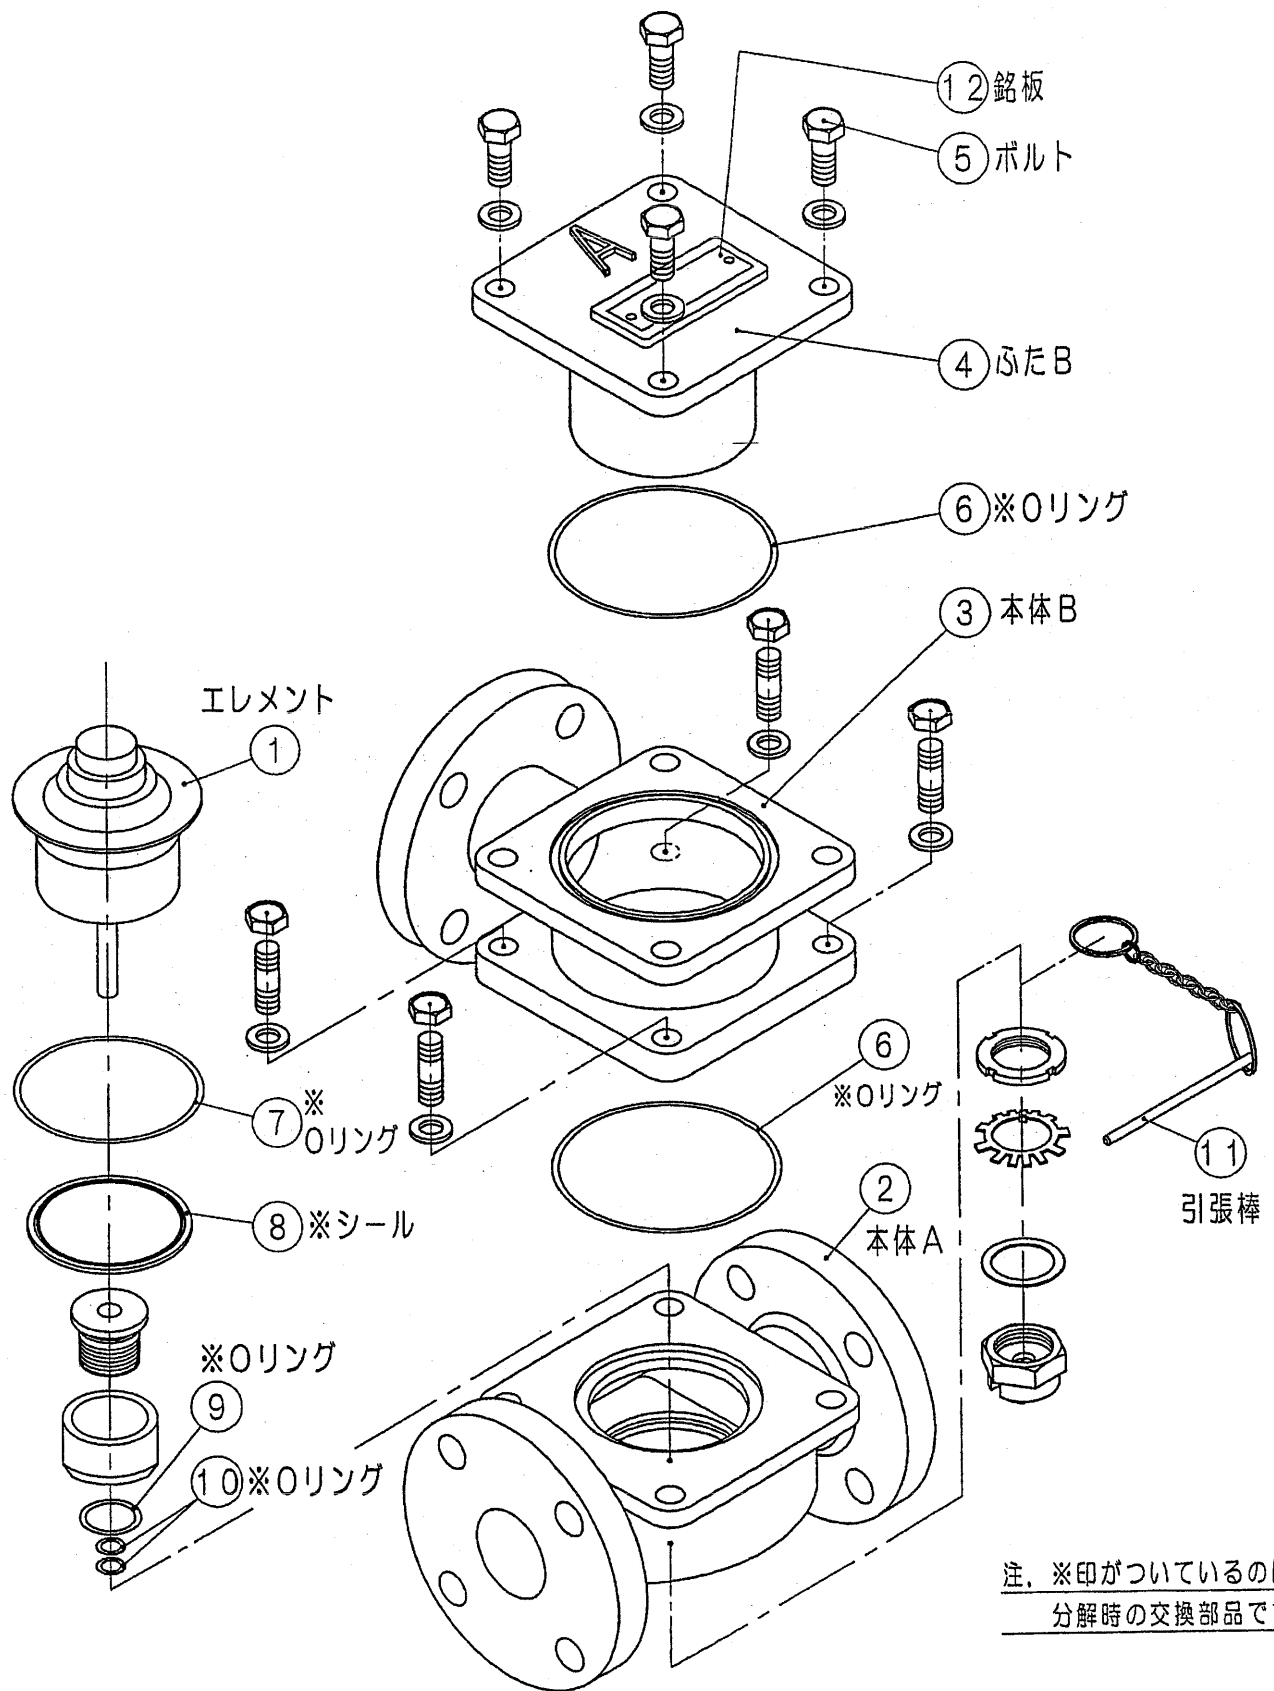

図6 分解・組立図
- (1) 交換する部品については図6を参照ください。
- (2) Oリングには組立時、組立補助材としてプラステイループNO. 3を塗布してください。
- (3) 交換部品は原則として分解時交換してください。